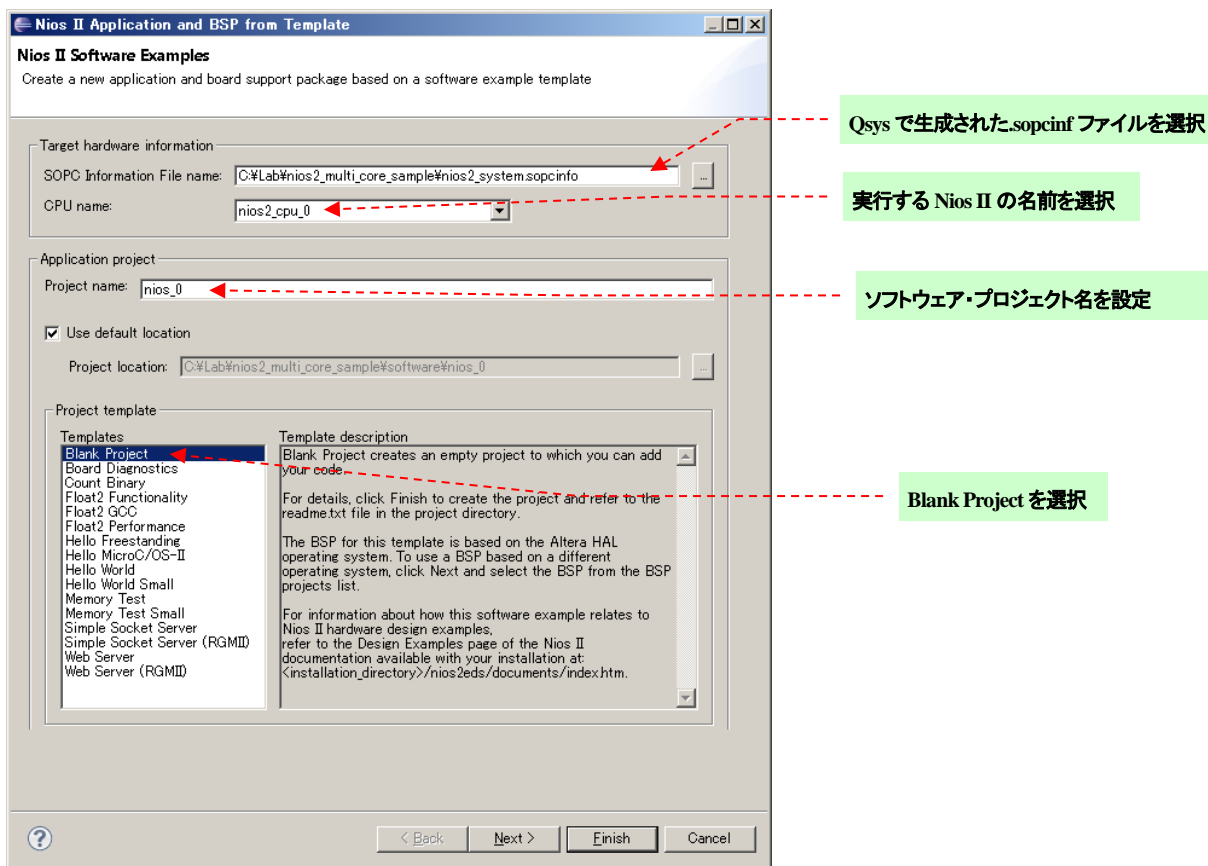

図 4-2-2
- ② 表示された Nios II Application and BSP from Template ウィンドウに図 4-2-2 のように設定し Finish をクリックします。